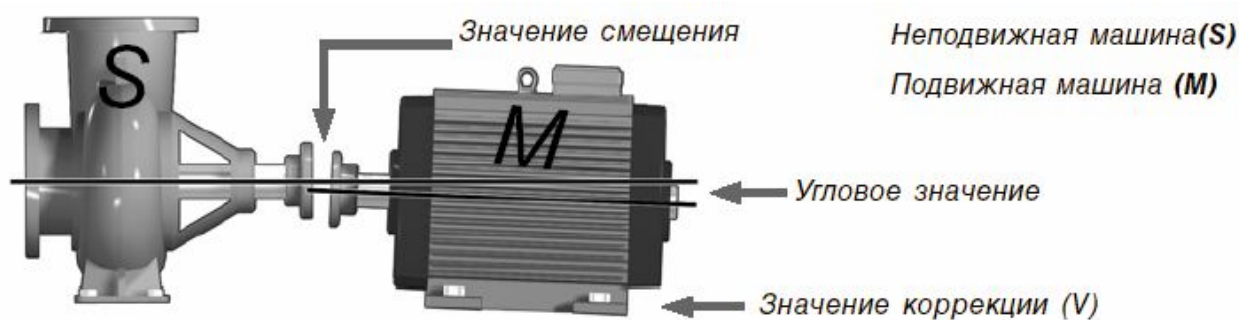

Рис. 3
Измерительная система рассчитывает значения параллельной и угловой несоосности в плоскости муфты (в двух взаимно перпендикулярных плоскостях), а также величину перемещений машины (M), необходимых для устранения этой несоосности. На рис.3 показаны несоосность и значения ее коррекции только для вертикальной плоскости.